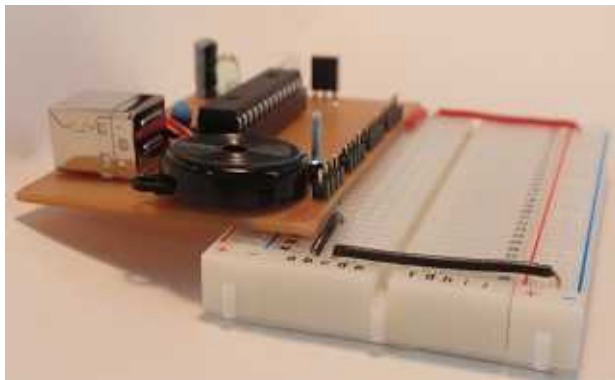

図 2 . ブレッドボードに挿した状態
- ・ ブレッドボードに挿して使用する (図 2)
本教材は, 図 2 のようにブレッドボードに挿して使用する。電源は, PC から USB を通して供給する。入出力ポートは, 12 個あるため, 使用者は自分の作りたい電気回路を自由に組み立てることができる。